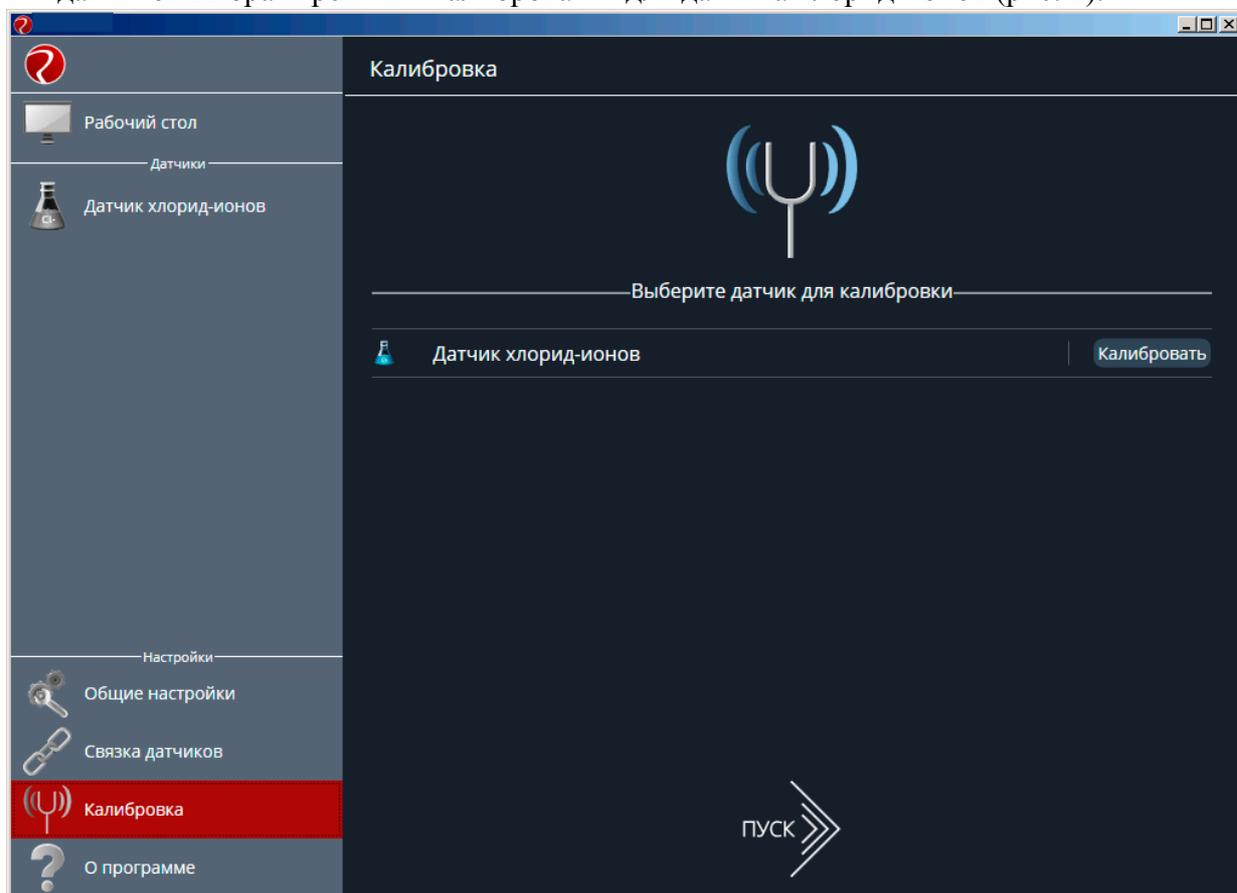

Рисунок 2 – Окно выбора калибруемого датчика
- 6) На панели «Настройки» выбрать пункт меню «Калибровка». В появившемся списке датчиков выбрать режим «Калибровать» для датчика хлорид-ионов (рис. 2).